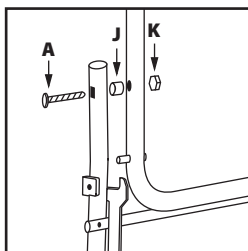

Fig. 5
- Collegare il componente **4** al **3** utilizzando gli elementi di fissaggio A, J e K. Non stringere eccessivamente. Ripetere sul lato opposto. **(Fig. 5)**.